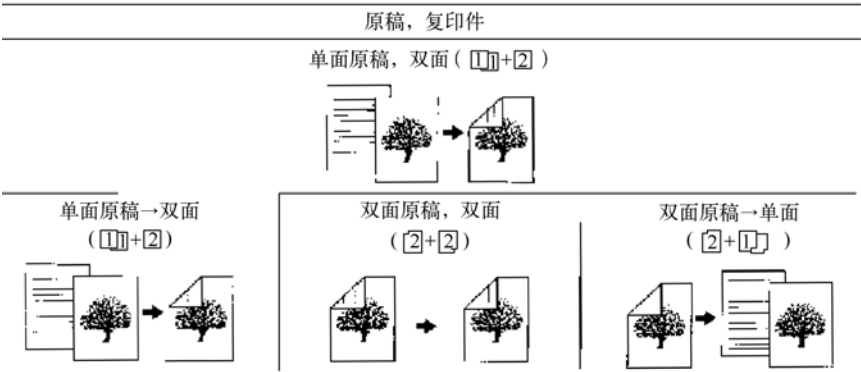

图 4-32 夏普 AR-318 数码复印机双面复印设置选项示例图
(3) 夏普 AR-318 数码复印机双面复印使用。图 4-32 为双面复印设置选项示例图。